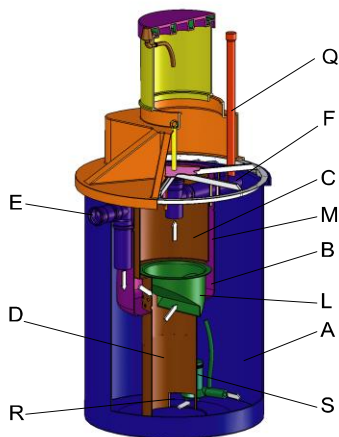

Рис. 5. Аэратор
Очищенная на 50-60% сточная вода самотеком через выходной патрубок поступает на станцию аэрации (Рис. 5).
После предварительной обработки в септике-отстойнике сточная вода через входной трубопровод E (Рис. 5) поступает в азротенк для дальнейшей очистки. В емкости «А» азротенка вода насыщается кислородом воздуха (азрируется) при помощи погружного насоса (S).
Аэрированная смесь перетекает из емкости окислирования-нитрификации «А» (Рис. 5) в емкость «В», через первую серию отверстий (Т1), проделанных в верхней части ускорителя (М) и стекает по вертикали вниз. В нижней зоне емкости «В» поток перетекает в емкости (С) и (D) через серию отверстий (Т2).